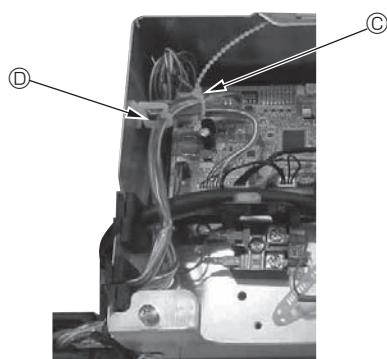

Fig. 10-14
- Plasser de overflødige delene av i-See-sensoren og signalmottaker-ledningene i ei-komponentboksen i ledningsklammeret som vist i diagrammet, og sikre ledningene med festene. (Fig. 10-14)